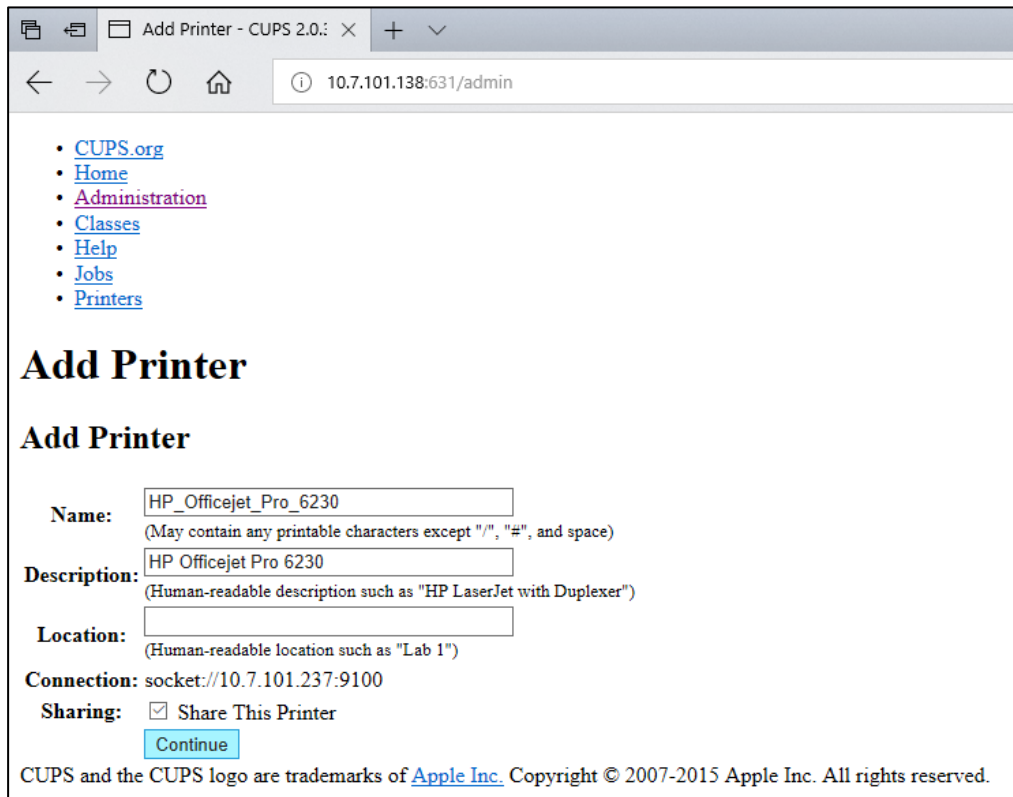

Figura 82. Tela Add printer (Adicionar impressora).
5. Selecione Share this printer (Compartilhar esta impressora) e pressione Continue (Continuar) (Figura 82, página seguinte).